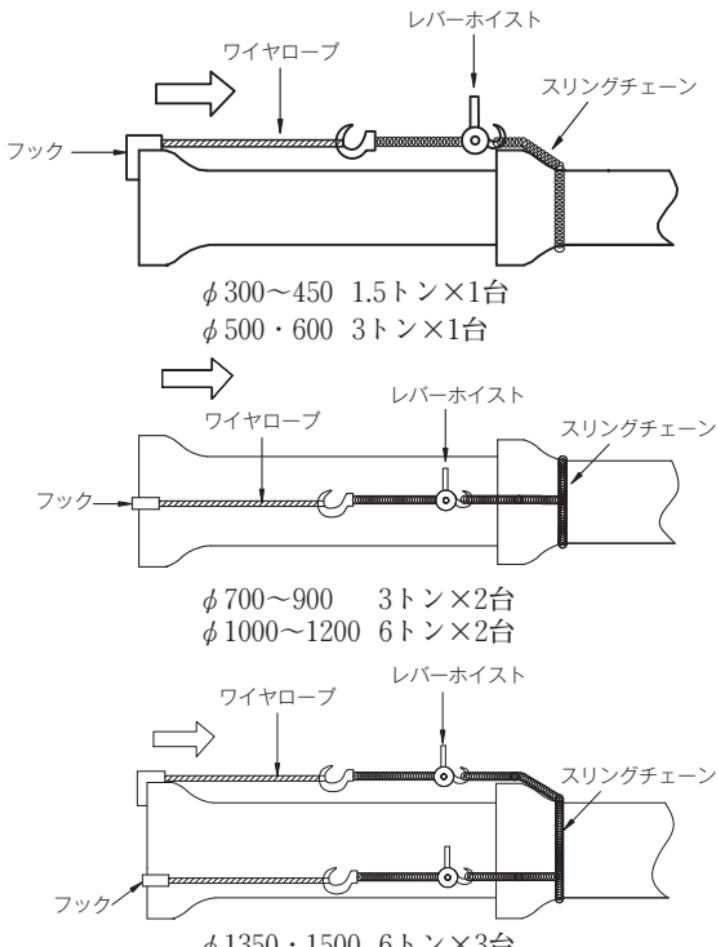

図7 レバー ホイストを用いた挿入例
- (1) 挿し口を受口に預ける。この時2本の管が一直線となるようする。
- (2) 図7に示すような接合工具を用い、受口に挿し口を挿入する。なお、接合工具の使用にあたっては、管外面の塗膜に傷をつけないよう注意すること。